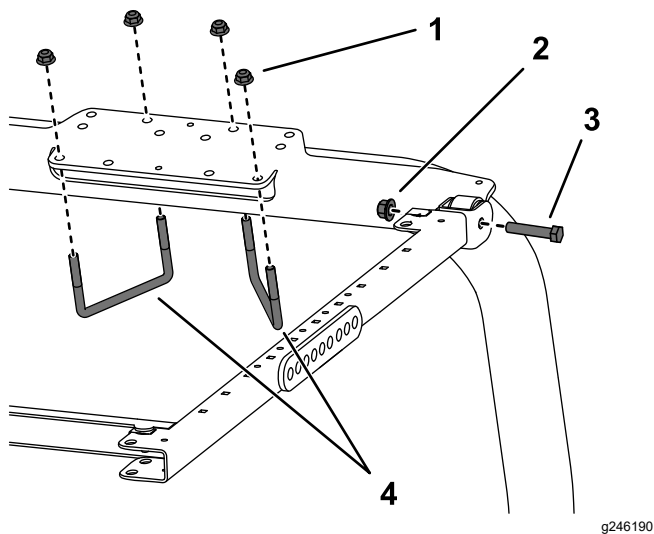

Figure 31
7. Placez le support du ROPS au sommet de l'arceau de sécurité du groupe de déplacement (Figure 31). Centrez bien l'arceau de sécurité dans le support du ROPS.
8. Utilisez les trous indiqués à la Figure 31 pour fixer le support du ROPS au sommet de l'arceau de sécurité à l'aide de 2 étriers filetés (4 1/2" x 2 3/4") et de 4 écrous à embase.